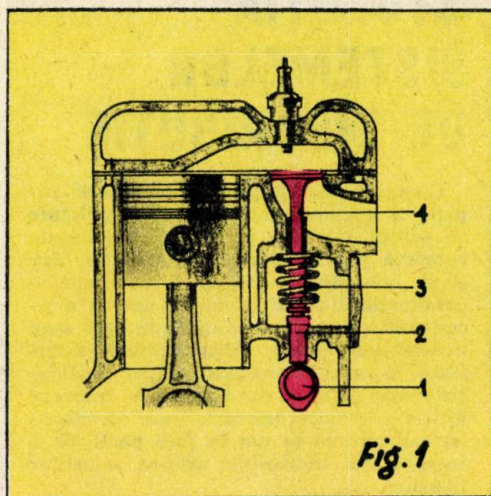

Fig. 1
Multe motoare din seriile vechi — printre care amintim pe cele ale autoturismelor Pobeda sau Moskvici de prin anii '50 — aveau motoare cu supape «laterale» (fig. 1). Este lesne de observat de unde provine denumirea sistemului: tachelul (2) aflat în contact cu cama (1), ca și coada supapei (4), trecînd printre spiralele arcului (3) au axa longitudinală paralelă cu axa longitudinală a cilindrului. Avantajele acestui sistem — privesc în contextul performanțelor de atunci ale motoarelor — constau în absența culbutorilor, adică a unor piese intermediare supuse uzurii și înertiilor; însă umplerea cilindrului cu amestec era departe de a fi optimă. Dezavantajele au apărut atunci cînd s-a urmărit sporirea performanțelor motoarelor de cilindree mică și medie, prin creșterea regimului de rotație. Supapa laterală nu permite creșterea, peste o anumită limită, a debitului de amestec carburant, din mai multe cauze: în primul rînd, valoarea depresiunii create prin deplasarea pistonului scade în condițiile în care orificiul de acces a amestecului carburant este plasat lateral, față de spațiul de lucru al pistonului; apoi, din cauza plasării laterale a supapei, forma camerei de ardere nu prea putea varia în funcție de necesitățile construcțiilor, de concluziile obținute în activitatea de cercetare, care a demonstrat că procesul arderii este eficient în camere de ardere sferice (ideale) sau de tipul «as» și, deci, camera «Ricardo» (din figură) nu constituie unica soluție constructivă. Modificarea formei camerei de ardere, variația factorului de ejectare (raportul dintre suprafața frontală a pistonului și suprafața paralelă cu pistonul, din camera de ardere) au creat economie de carburant, prin diminuarea duratei procesului de ardere și prin ridicarea randamentului termodinamic al motorului. Din punctul de vedere al dinamicii gaze-